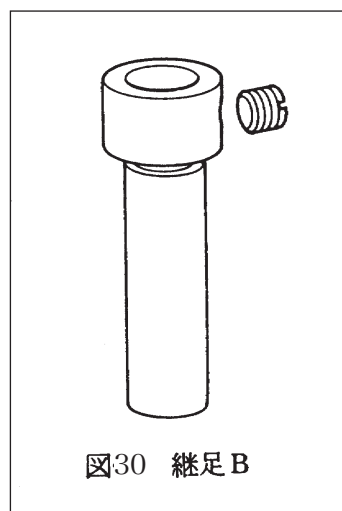
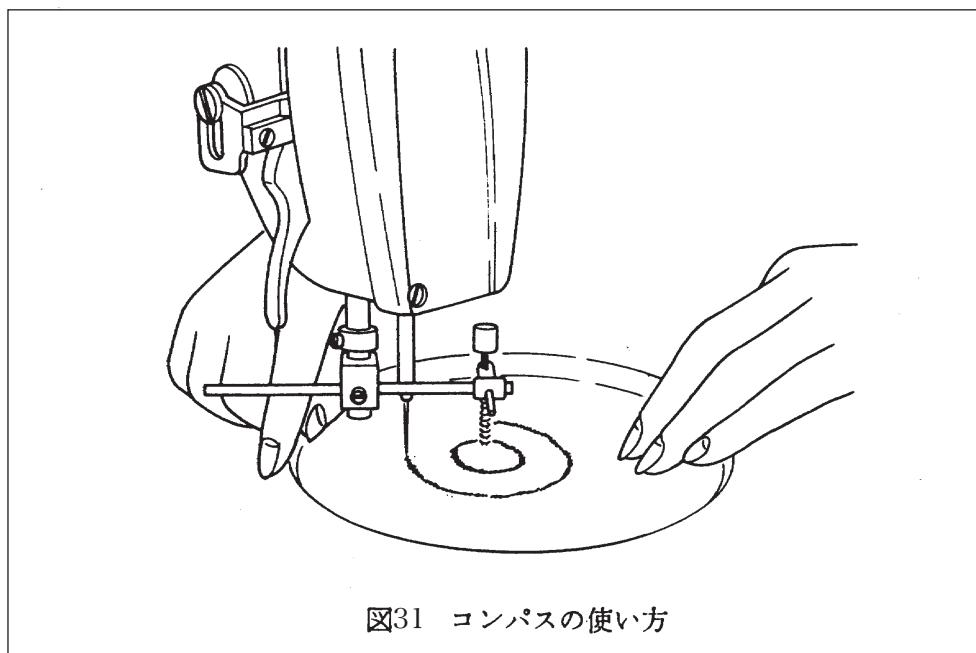

図30 継足B
図31 コンパスの使い方
(1) **コンパス** 一定の巾の円形、または、半円形を刺しゅうするには、図31のコンパスを使用すれば、簡単、かつ正確に刺しゅうできます。この場合、振り巾を固定して刺しゅうします。コンパスを使用される時、押え棒が短いので、図30に示す継足B（B-1502-391-BAO 押え棒継足B）を押え棒に取付け図31のように御使用下さい。